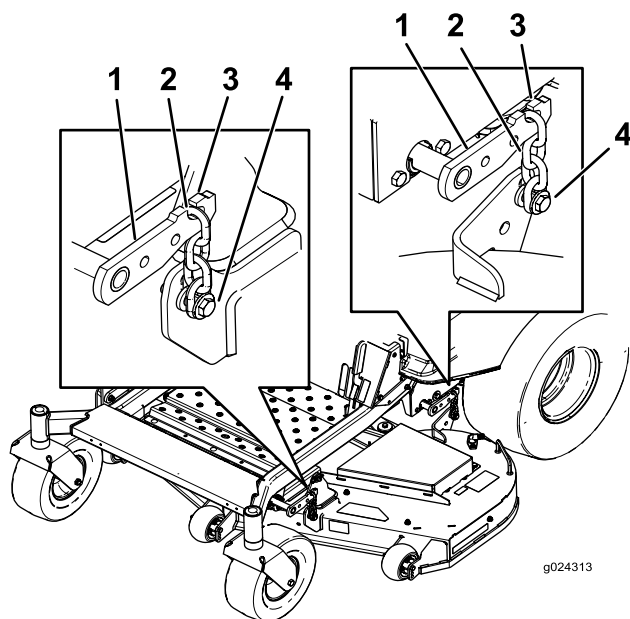

Figure 66
3. Détachez les chaînes des crochets sur les bras de relevage du tablier (Figure 66).
6. Soulevez l'arrière du tablier de coupe et accrochez les chaînes aux bras de relevage arrière (Figure 66).
7. Accrochez les chaînes avant aux bras de relevage avant (Figure 66).